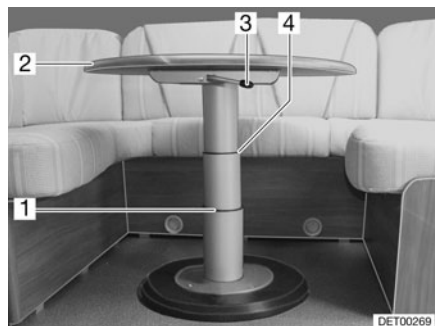

Fig. 81 Mesa elevadora del grupo de asientos circular
- Girar la palanca de bloqueo (Fig. 81,3) hacia la izquierda. El bloqueo está abierto.
- Presionar el tablero de la mesa (Fig. 81,2) por el centro hacia abajo hasta el tope deseado (Fig. 81,1 ó 4) y manténgalo presionado.
- Girar la palanca de bloqueo (Fig. 81,3) hacia la derecha. La mesa elevadora está bloqueada.